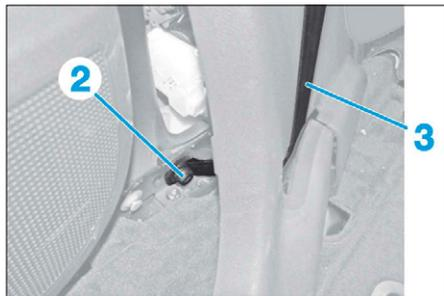

FIG. 14
- Déposer la vis (2) (Fig.14).
- Ecarter la ceinture de sécurité (3).